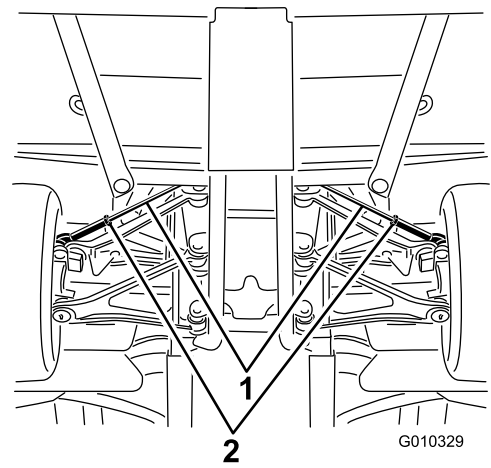

Figure 48
- A. Desserrez l'écrou de blocage au centre de la biellette (Figure 48)